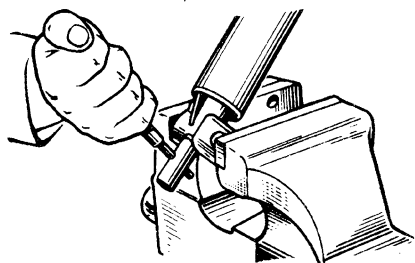

Рис. 4.6. Отвертывание болта крепления гидравлического амортизатора
- сжать перо в тисках за нижний наконечник скользящей трубы 21, вывернуть болт 23 крепления гидравлического амортизатора в соответствии с рис. 4.6 и вынуть амортизатор вместе с пружиной;